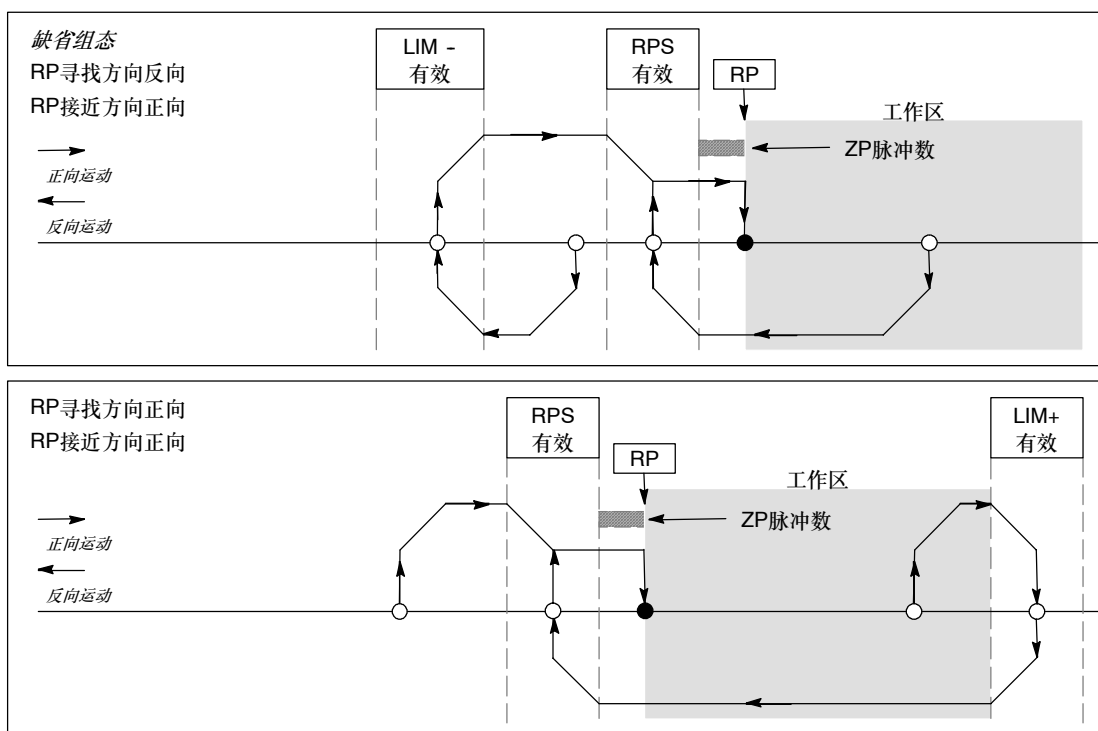

图9-23 RP寻找: 模式3
- ❑ 图9-23所示是RP寻找模式3的选项。这种模式将RP定位在RPS输入有效区域之外一个指定数量的零脉冲（ZP）处。